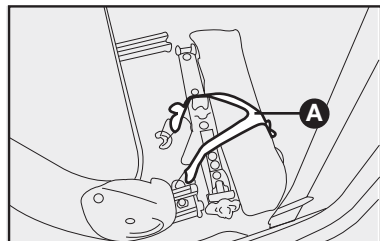

fig. 9
- Levante el asiento del conductor y suelte la cinta elástica **A-fig. 9** de sujeción de la bolsa portaherramientas.